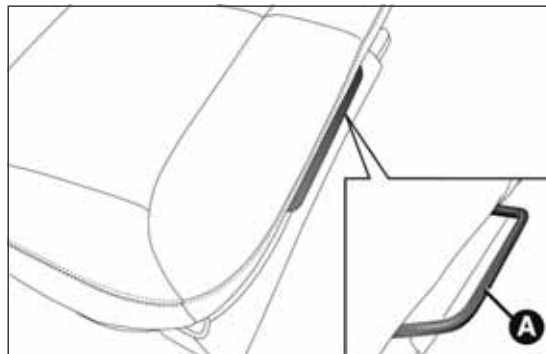

fig. 2
- ☐ actuando en la palanca A fig. 2 desplazar hacia delante el asiento de la segunda fila;